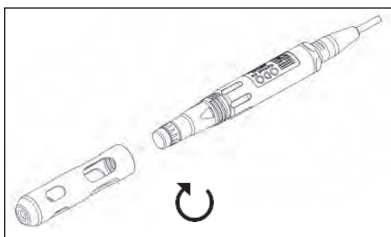

Figura 2
3. Volte a colocar a protecção da sonda, deslizando-a cuidadosamente sobre o sensor e enroscando-a ao conjunto do cabo/sonda, rodando no sentido dos ponteiros do relógio (Figura 2).